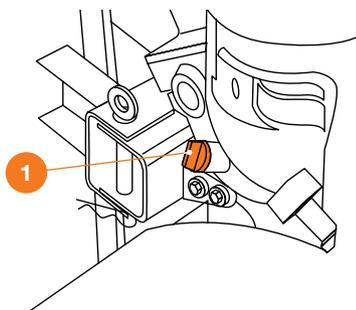

Рис. 26
- Поместите культиватор на ровную поверхность и выверните пробку ❶ маслозаправочного отверстия редуктора (Рис. 26).